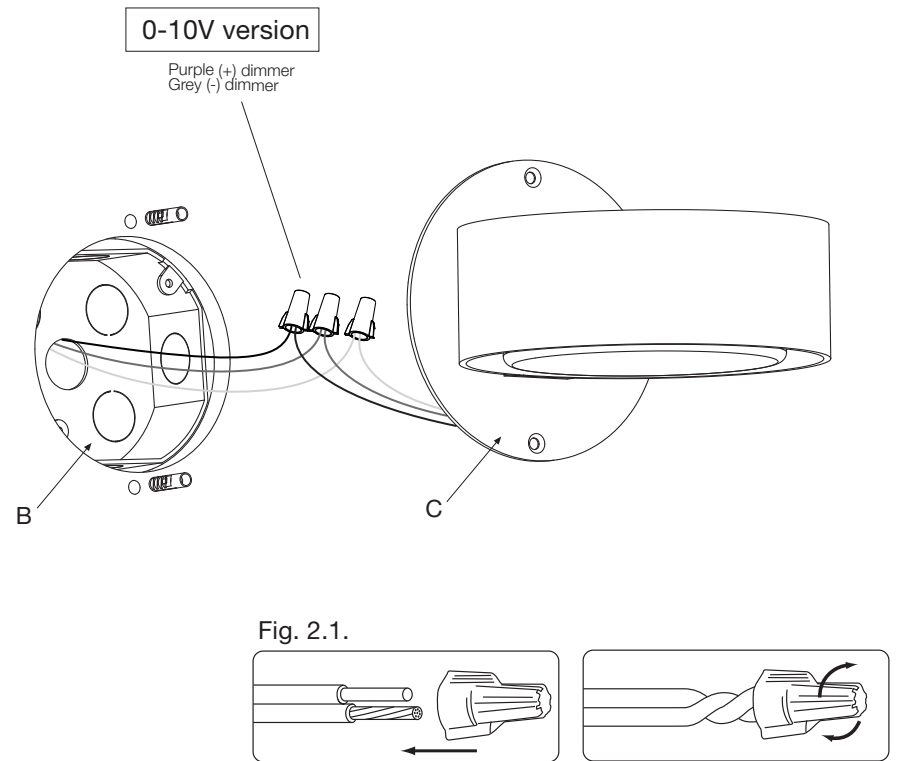

Fig. 2.1.
2. Connect the L (black), N (white) and ground (green) cables between the part (B) and the shade (C). Do it using the connectors as shown in Figure 2.1..
2. Effectuez les raccordements des câbles L (noir), N (blanc) et terre (vert) entre la pièce (B) et l'abat-jour (C). Pour ce faire, utilisez les connecteurs comme illustré sur la figure 2.1..
2. Die Drähte L (schwarz), N (weiß) und Erde (grün) zwischen Teil (B) und dem Schirm miteinander verbinden (C). Hierzu die Steckverbinder verwenden, wie in Abb. 2.1. gezeigt.